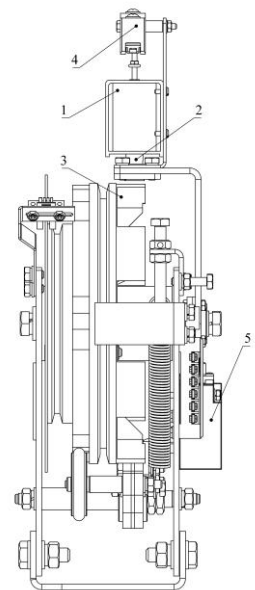

Рис. 6
Для ограничителей модели ОСК предусмотрена возможность установки устройства предотвращения неконтролируемого движения кабины (рис.6), в соответствии с требованиями пункта 5.6.7 ГОСТ33984.1—2016. В соответствии с пунктом 5.6.7.7, неконтролируемое движение кабины выявляться электрическим устройством безопасности (5), соответствующим требованиям 5.11.2, не позднее того момента, когда кабина покидает зону отпирания дверей шахты.